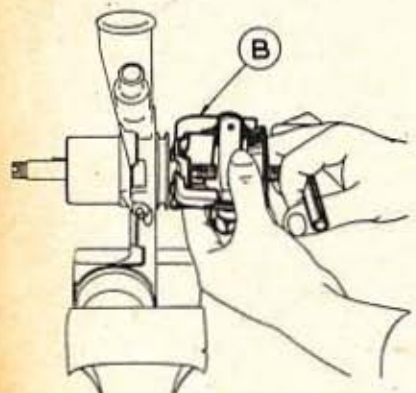

Fig. 23. — Dépose de la turbine
- Déposer la turbine, à l'aide de l'extracteur B (fig. 23).